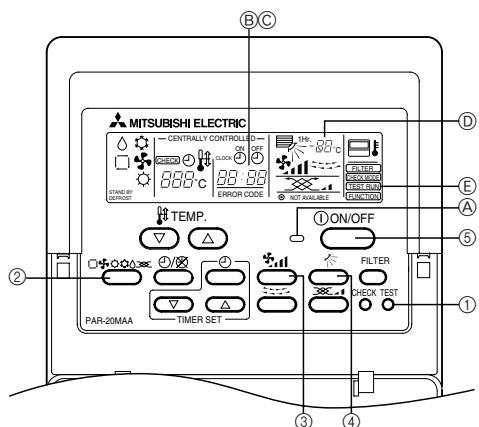

Fig. 6-1
6. Prova di funzionamento (Fig. 6-1)
| 6. Δοκιμαστική λειτουργία (Fig. 6-1) | 57 |